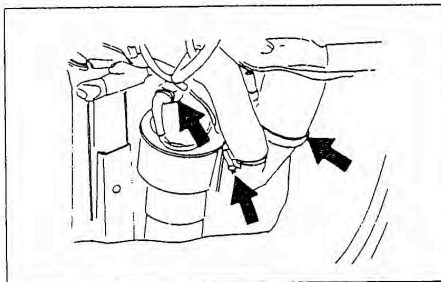

Bild 358
- Die Steckverbindung trennen (Bild 358).